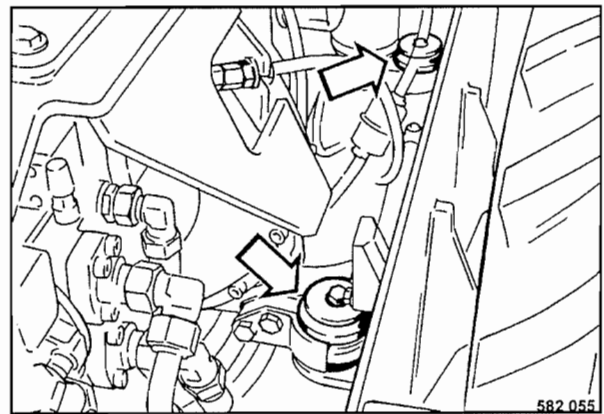

Fig. 93
- Comprobar el estado y asiento fijo de los soportes del motor (Fig. 93).